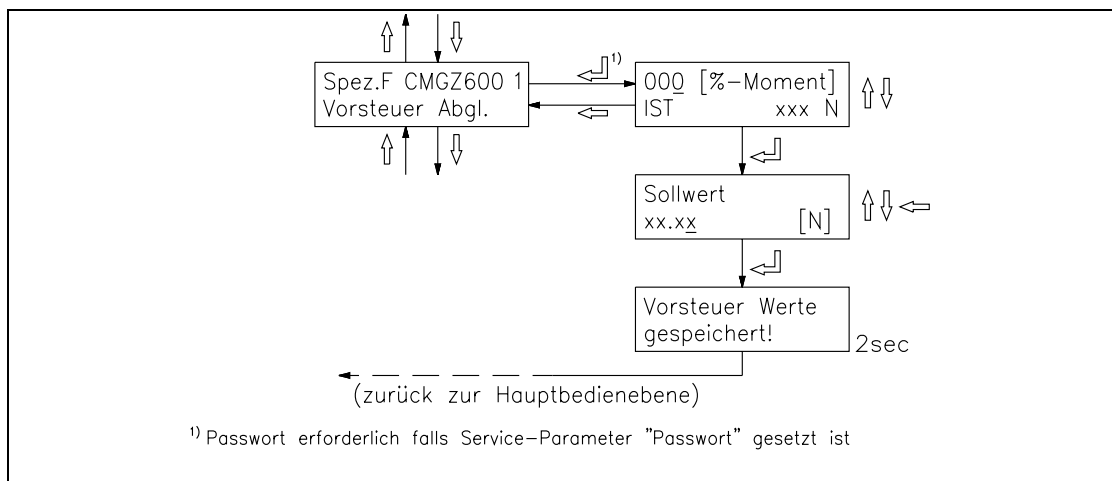

Bild 21: Programmablauf Spezialfunktion „Vorsteuerung“
- In der Hauptbedienebene Taste **MODE** drücken. Mit den Tasten \uparrow \downarrow \leftarrow das Modul *Spez.F CMGZ600 1* und die Spezialfunktion *Vorsteuer Abgl.* suchen und anwählen (Bild 15). Das vorher berechnete Drehmoment unter *%-Moment* eingeben und mit Taste \leftarrow bestätigen (Bild 21). Nun den vorher notierten Sollwert [N] eingeben. Nach Bestätigen mit Taste \leftarrow wird die berechnete Vorsteuerung zusammen mit dem momentanen Durchmessersignal abgespeichert.